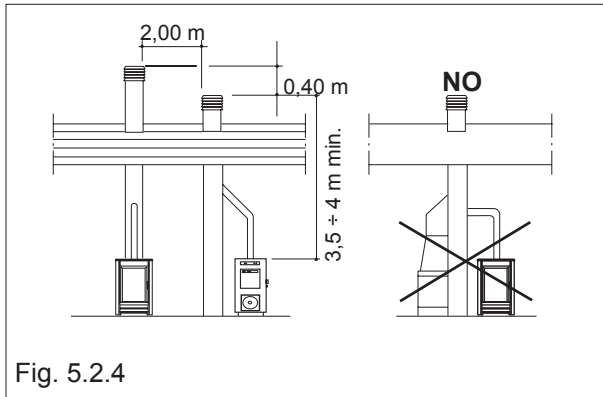

Fig. 5.2.4
- Le dimensioni della **CANNA FUMARIA** dovranno essere conformi a quanto riportato nella tabella dei dati tecnici del cap. 9. È consigliabile l'uso di canne fumarie coibentate in refrattario o in acciaio inox di sezione circolare, con pareti interne a superficie liscia (Fig. 5.2.2). La sezione della canna fumaria dovrà mantenersi costante per tutta la sua altezza. Si consiglia un'altezza minima di $3,5 \pm 4$ m (vedi Fig.5.2.4) in funzione del diametro (vedi caratteristiche tecniche). È opportuno prevedere, sotto l'imbocco del canale da fumo, una camera di raccolta per materiali solidi ed eventuali condense. Le caratteristiche della canna fumaria devono essere conformi a quanto prescritto dalle norme EN 10683 - EN 1856-1-2 - EN 1857 - EN 1443 - EN 13384-1-3 - EN 12391-1. Canne fumarie FATISCENTI, costruite con materiale non idoneo (fibrocemento, acciaio zincato, ecc... con superficie interna ruvida e porosa) sono fuorilegge e pregiudicano il buon funzionamento della stufa.
- The dimensions of the **FLUE PIPE** must be as set forth in the table of technical data in chapter 9.. It is advisable to use flues insulated with a refractory material or in stainless steel with a circular cross section and smooth internal walls (Fig.5.2.2). Flue cross-section should be kept constant for all its height. A minimum height of 3.5÷4 m is recommended (see Fig.5.2.4) depending on diameter (see technical characteristics). Under the outlet of the smoke pipe there should be a chamber for gathering solid materials and any condensation. The characteristics of the flue pipe must be compliant with the provisions of standards EN 10683 - EN 1856-1-2 - EN 1857 - EN 1443 - EN 13384-1-3 - EN 12391-1.
- To avoid draught problems, each stove should have its own independent flue. If there is more than one flue on the roof the others should be situated at a distance of at least 2 metres and the stove's chimney top should be at least 40 cm **ABOVE** the others (Fig.5.2.4). If the chimney tops are near each other install some dividing panels.
- Die Abmessungen des **RAUCHFANGS** müssen den Angaben in der Tabelle der technischen Daten des Kap. 9 entsprechen. Es wird die Verwendung von runden, isolierten Rauchfängen aus Schamotte oder Edelstahl, die an den Innenwänden eine glatte Oberfläche haben, empfohlen (Abb.5.2.2). Der Durchmesser des Rauchfangs muss über seine gesamte Länge gleich sein. Es wird eine Mindesthöhe von 3,5÷4 m empfohlen (siehe Abb.5.2.4) je nach Durchmesser (siehe technische Merkmale). Es ist außerdem empfehlenswert, an der Mündung des Rauchkanals eine Kammer vorzusehen, in der Feststoffe und eventuelle Kondensflüssigkeit aufgefangen werden. Die Merkmale des Rauchfangs müssen dem Inhalt der Normen EN 10683 - EN 1856-1-2 - EN 1857 - EN 1443 - EN 13384-1-3 - EN 12391-1 entsprechen. **BAUFÄLLIGE** Rohre aus ungeeignetem Material wie Asbestzement, verzinktem Stahl, Elemente aus vibrationsgewälztem Zement mit rauen und porösen Innenflächen entsprechen nicht den geltenden Gesetzen und beeinträchtigen den einwandfreien Betrieb des Heizofens.
gli altri di almeno 40 cm (Fig.5.2.4). Se i comignoli risultano accostati prevedere dei setti divisorii.
ÜBERRAGEN (Abb.5.2.4). Sollten die Schornsteine alle dicht beieinander und auf gleicher Höhe liegen muss für Trennwände gesorgt werden.